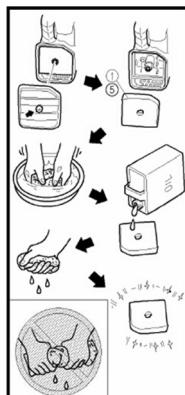

Fig. 1
- Deschideți capacul de la filtrul de aer (Fig. 1 pt. modelele KSB 21i, KSB 35i; Fig. 1, 2 pt. modelele KSB 21i S, KSB 31i E S).